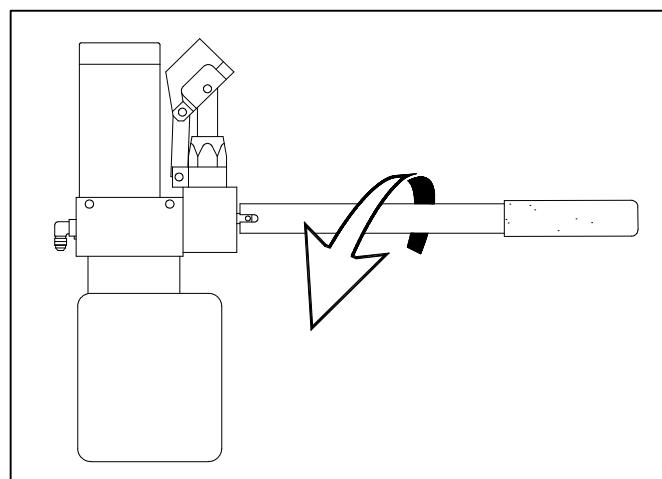

BILD 11: HÖJ ELLER SÄNK PLATTFORMEN
- 3) Se **bild 11**. Vrid ventilen ett 1/4 varv MOTSOLS för att börja fälla ut plattformen. När plattformen har nått fordonets inre golvnivå vrids ventilen MEDSOLS så att den stängs; DRA INTE ÅT VENTILEN FÖR HÅRT. Sänk inte plattformen under fordonets golvnivå. Den bakre kanten på rullningsstoppet måste ligga plant mot fordonsgolvet.